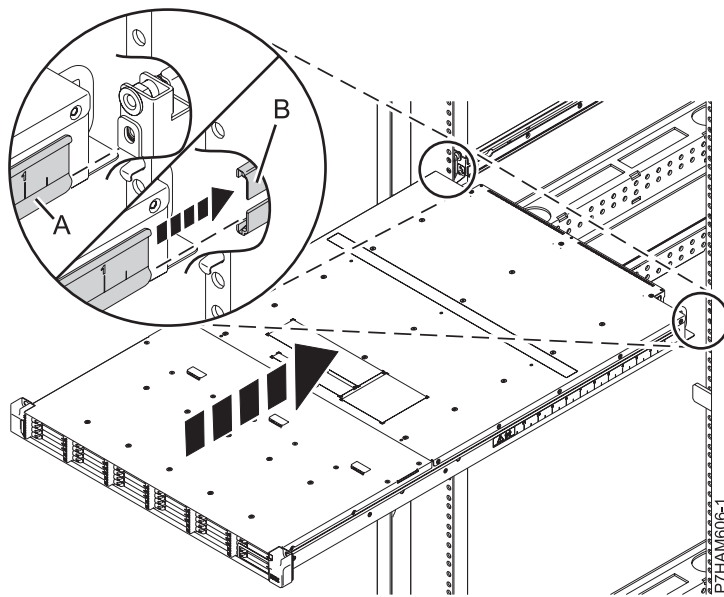

Figure 13. Insertion du boîtier dans les glissières
- c. D'un côté du boîtier, insérez le rail de guidage du châssis (A) dans l'âme de la glissière (B) comme illustré à la figure 13. Répétez cette opération sur l'autre côté.